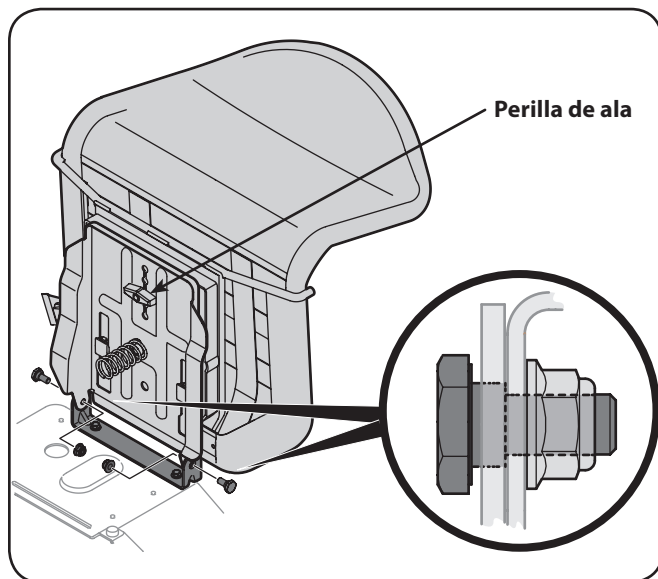

Figura 3-7
- Coloque los dos pernos con reborde que se incluyen en el paquete de elementos de ferretería y sujete con dos tuercas de seguridad. Vea la Figura 3-7.
**Nota:** Compruebe que el reborde del pernos quede completamente embutido en el soporte del asiento cuando sujete la tuerca de seguridad. Vea el recuadro de la Figura 3-7.